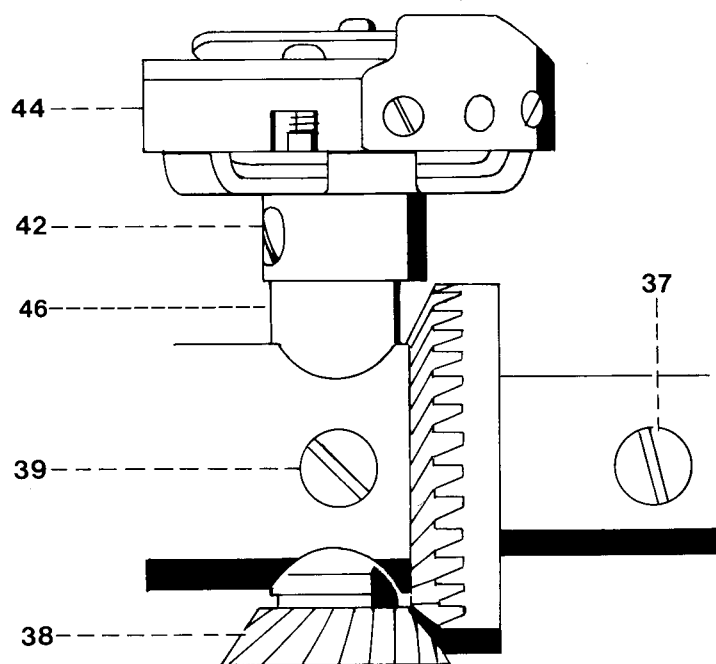

Fig. 17a
- Die Schraube 37 im Hubexzenter 2–3 Umdrehungen lösen (siehe Abb. 17a).
- Loosen screw 37 in the lifting eccentric by 2–3 turns (Fig. 17a).
- Ne desserrer la vis 37 dans l'excentrique d'élévation de la griffe que 2-3 tour (voir fig. 17a).